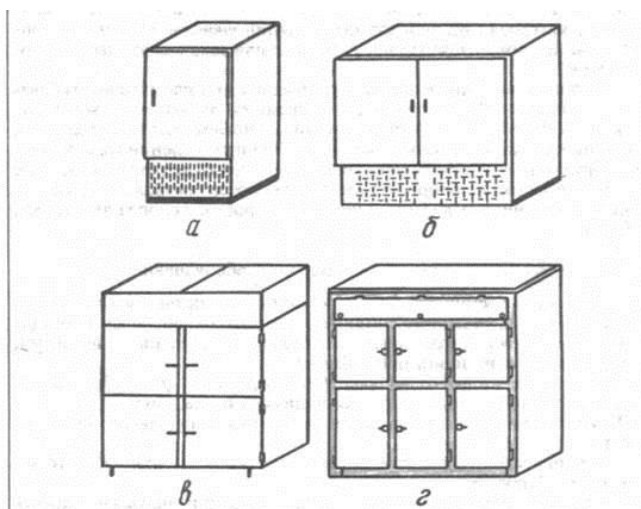

Рис. 15.2. Шкафы холодильные ШХ-0,4М (а), ШХ-0,6 [б], ШХ-1,2 (в), Т2-125М (г)
1. Холодильные шкафы ШХ-0,4М, ШХ-0,6, ШХ-1,2, Т2-125М (рис. 15.2) предназначены для хранения продуктов, полуфабрикатов и готовых блюд.